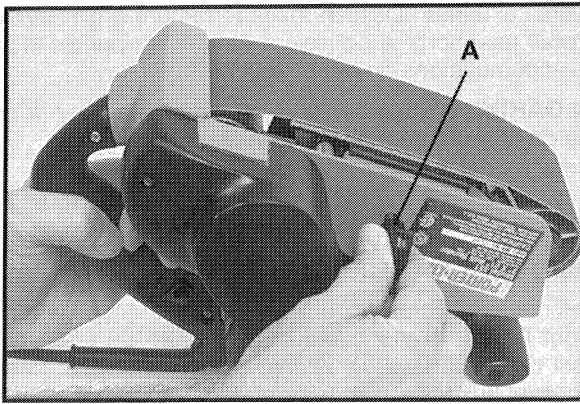

Fig. 3
2. Renversez la machine, en saisissant la poignée arrière de la main gauche de manière à ce que les deux derniers doigts reposent sur l'interrupteur à gâchette (Fig. 3).
4. Tournez la vis (A) d'alignement de bande dans un sens ou dans l'autre jusqu'à ce que le bord de la bande se déplace de niveau avec le bord extérieur de la poulie arrière recouverte de caoutchouc. Le bord de la bande fera saillie au-delà du bord de la poulie avant.